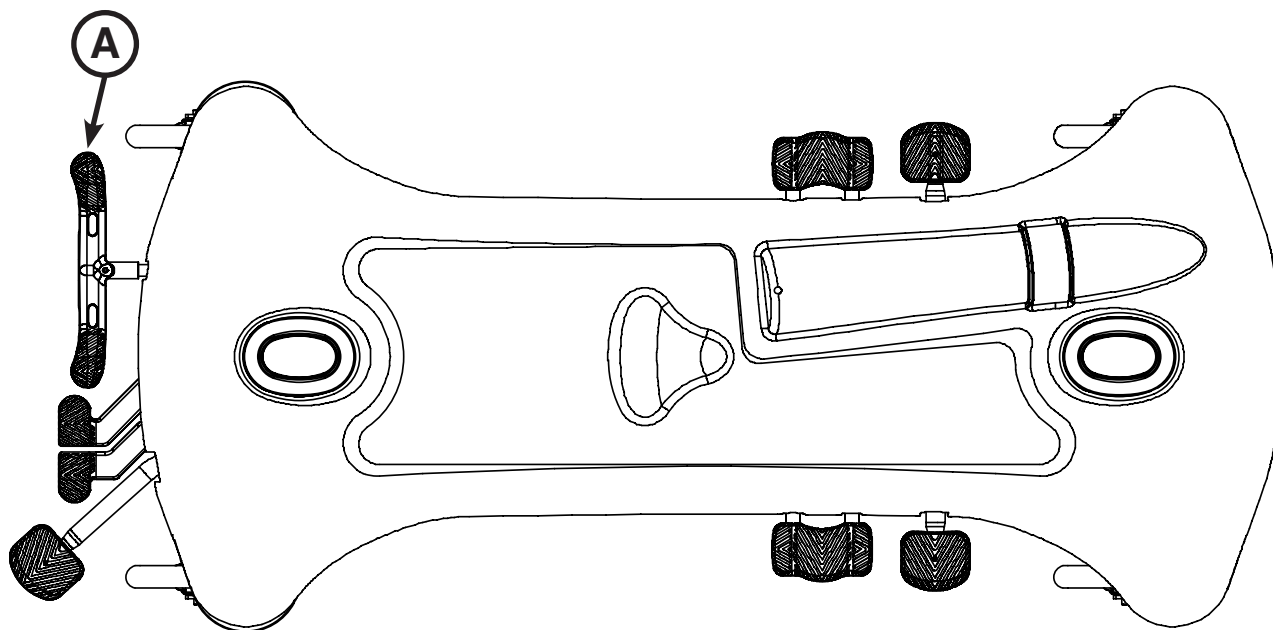

Figura 3. Freno
Per innestare i freni sull'estremità testa, premere completamente il lato sinistro del pedale (A) come illustrato nella Figura 3.